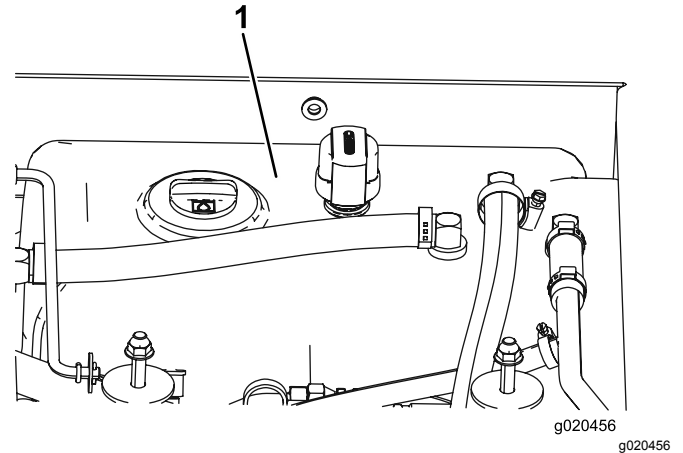

Figura 102
4. Encha o reservatório (Figura 102) com fluido hidráulico; consulte Substituição do fluido hidráulico (página 74).